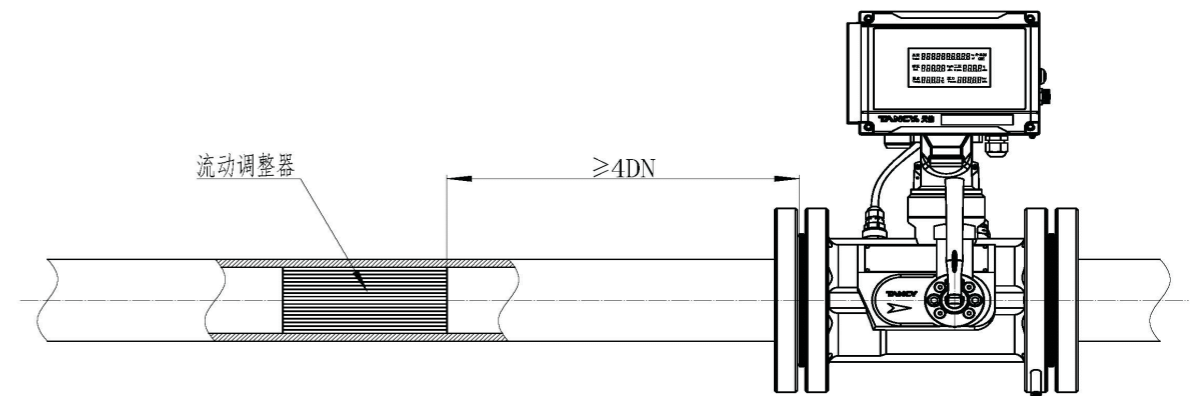

图6 超强扰动时流量调整器安装图
- d) 流量计本身配置性能优良的内置式整流器，对于如标准GB/T 18940/ISO 9951《封闭管道中气体流量的测量涡轮流量计》所述的低水平扰动情况，须保证前直管段≥2DN,后直管段≥1DN；对于标准所述的高水平扰动，须保证前直管段≥10DN,后直管段≥5DN；对于超强扰动源如产生强烈偏心出口喷射流的调压器等，建议在流量计上游安装流动调整器（流动调整器应符合GB 2624.2要求），整流器出口到流量计入口连接端≥4DN,如图6所示。